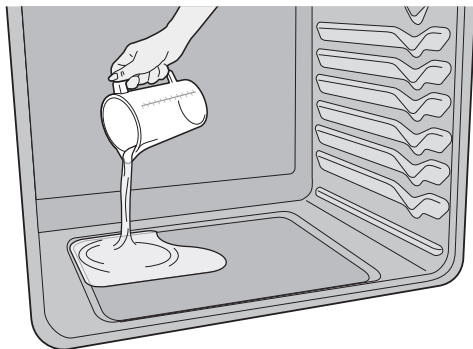

Figure 18 : Ajouter 235 ml (8 oz) d'eau distillée
3. Versez 235 ml (8 oz) d'eau distillée ou filtrée sur la sole du four (Figure 18). Fermez la porte du four.